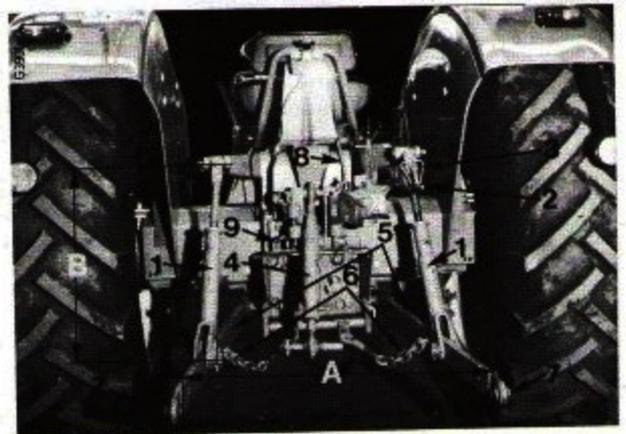
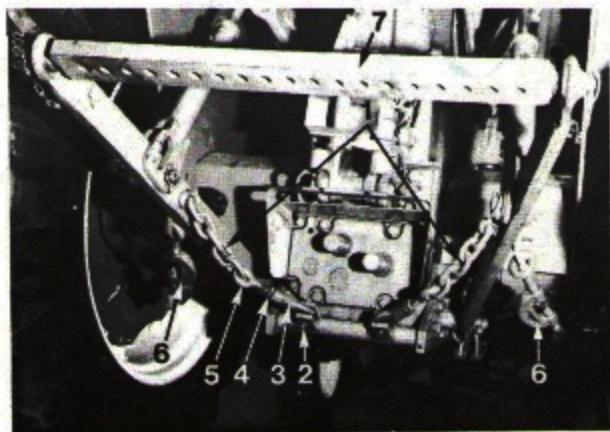

Fig. 33
Fig. 34
- "2" Dispositif "Heavy Duty", Catégorie II, Fig. 33
- Lorsque le tracteur comporte un dispositif "2", Fig. 33. Réglez la longueur des deux tringles de relevage à la dimension "B". Relevez complètement la chape d'attelage (Fig. 34).